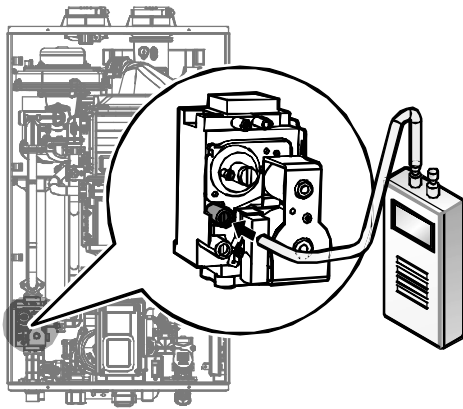

Figure 9
- a. Ouvrez la lumière de refolement en desserrant la vis de deux tours comme illustré à la figure 9.